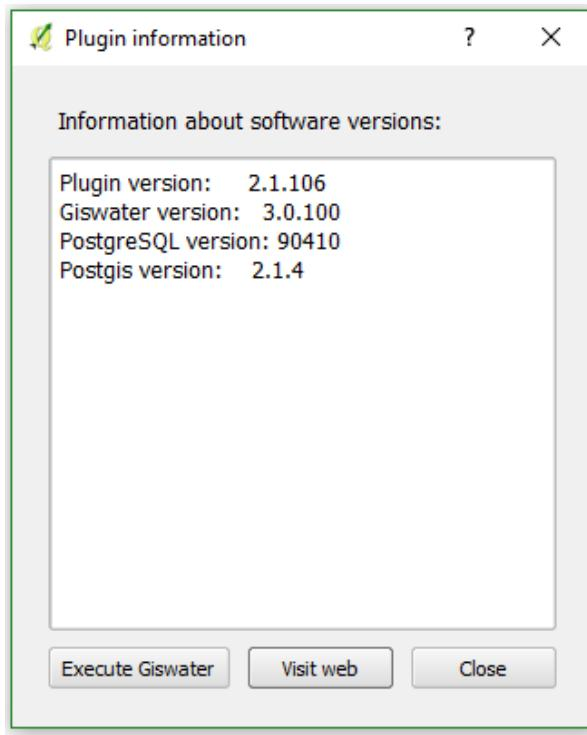

Imagen 85: Formulario que se abre al usar la herramienta Giswater. Desde aquí se puede ejecutar el *driver* del software.
- 6- La función está parametrizada para que los datos de nuestro fichero correctamente estructurado se incorporen directamente en la tabla *price_simple*, de modo que las columnas de esta tabla coincidan con las de la importación. Como vemos en la imagen 85, los datos se encuentran perfectamente añadidos en la tabla, con todos sus registros y con el catálogo de precios (*pricecat_id*) como **Test Giswater**, el cual se selecciona de la tabla *price_cat_simple* dónde se acaba de incorporar.